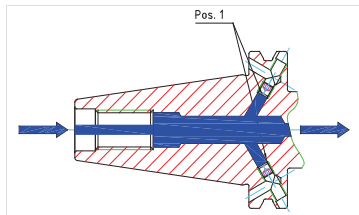

Abb. 16: Kühlmittelzuführung **Form AD/JD**
4. Schrauben Sie in den abgekühlten Werkzeughalter an „Pos. 1“ die Gewindestifte mit Schraubensicherung (Klebstoff) mittelfest ein (siehe Abb. 16: Kühlmittelzuführung **Form AD/JD**).